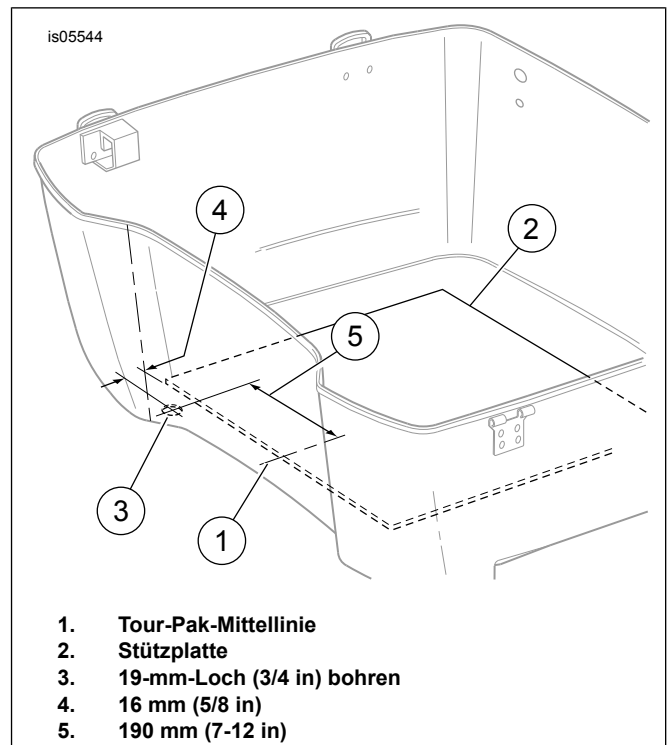
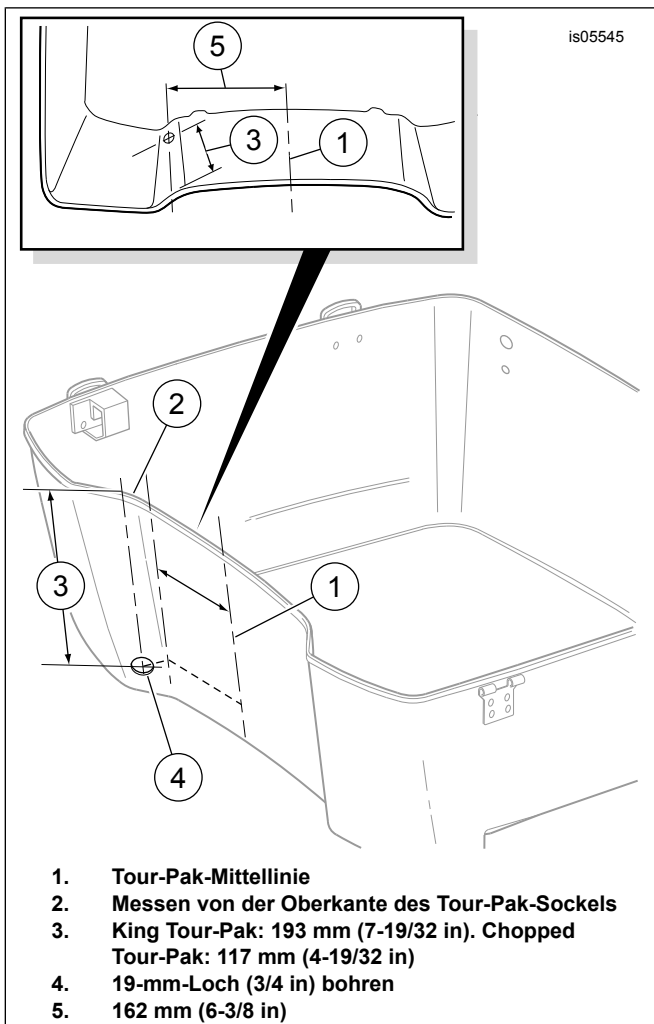

Abbildung 2. Lage der Bohrung für CB-Antennenkabel (Tour-Pak Typ 1)
Abbildung 3. Lage der Bohrung für CB-Antennenkabel (Tour-Pak Typ 2)
- a. Siehe Abbildung 2. Die Mitte (1) der Stützplatte (2), die den Boden des Tour-Pak bedeckt, ausfindig machen und ausmessen.
- c. Die Stützplatte nochmals ausmessen und ihre Mitte (2) einmal am vorderen Ende des Klebestreifens, ein zweites Mal nahe dem rückwärtigen Ende markieren. Eine gerade Linie durch die beiden Markierungen ziehen.
- d. Direkt mit dem Gesicht zu dem Klebeband stehend den Abstand von 190 mm (7-1/2 in) (5) von der Mittellinie aus zur rechten Seite des Tour-Pak-Bodens messen.
- g. Von der Vorderkante der Stützplatte aus 16 mm (5/8 in) (4) in Vorwärtsrichtung messen und durch einen kurzen Querstrich auf der zuvor gezeichneten Linie markieren.
- j. Von der Unterseite des Tour-Pak ein 19 mm (3/4 in) großes Loch (3) in den Tour-Pak-Boden außen nach innen bohren.
- l. Siehe Abbildung 3. Die Mitte (1) der Vorderwandinnenseite des Tour-Pak ausfindig machen und ausmessen.
- o. Direkt mit dem Gesicht zu dem Klebeband stehend den Abstand von 162 mm (6-3/8 in) von der Mittellinie aus zur rechten Seite der Tour-Pak-Wand ausmessen. Dabei nicht der Rundung der Wand folgen, sondern in **gerader Linie** messen. Siehe Bildausschnitt Abbildung 3.
- q. Nun nochmals den Abstand von 162 mm (6-3/8 in) (5) von der Mittellinie aus in **gerader Linie** ausmessen und auf dem Klebeband nahe dem oberen und dem unteren Rand des Klebebands markieren.
- r. **Beim King Tour-Pak:** Von der Oberkante des Tour-Pak aus 193 mm (7-19/32 in) (3) abwärts messen. **Beim Chopped Tour-Pak:** Von der Oberkante des Tour-Pak aus 117 mm (4-19/32 in) (3) abwärts messen. Hier auf der senkrechten Linie einen kurzen Querstrich ziehen.
- u. Von der Außenseite des Tour-Pak ein 19 mm (3/4 in) großes Loch (4) durch das Führungsloch nach innen bohren.